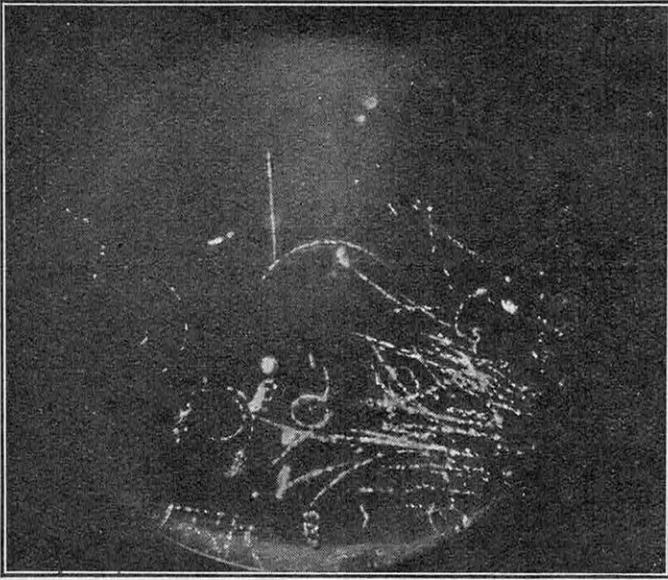

FIG. 12. — UNE GERBE DE RAYONS COSMIQUES PHOTOGRAPHIÉE DANS LA CHAMBRE DE WILSON
*électrisée deviennent autant de centres de condensation pour la vapeur d'eau saturée (voir figure 12). Ainsi se trouve matérialisée la trajectoire de la particule. Celle-ci est déviée par un champ magnétique dirigé perpendiculairement au plan de la figure et dessine un arc de cercle de rayon d'autant plus petit qu'elle est moins rapide. En plaçant sur son trajet une lame de plomb, on ralentit son mouvement, ce qui permet de connaître sa vitesse non seulement en grandeur, mais avec son sens.*
son, coupée en deux par une lame de plomb (fig. 12) ; un seul rayon tombant sur la lame y donne naissance à un grand nombre de rayons, formant un faisceau assez étroit autour de la direction primitive, et qu'on a désigné sous le nom de « gerbe » : celle-ci est formée, parfois, d'une centaine de rayons. Et